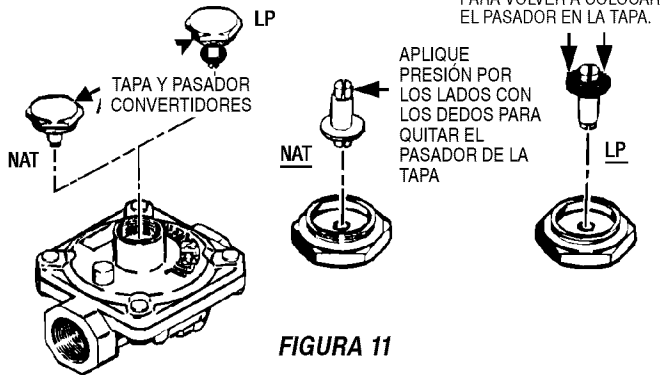

FIGURA 11
B. INVERSIÓN DE LA TAPA DEL REGULADOR DE PRESIÓN DE PRESIÓN (Vea la figura 11)
B. INVIERTA LA TAPA DEL REGULADOR DE PRESIÓN. (Vea la figura 11).